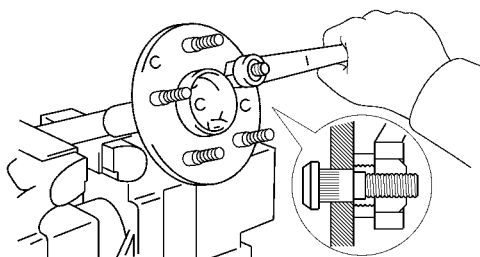

图 14-126 安装导油板
(1) 安装导油板。将新垫片和导油板装到后桥轴上，使用两个螺母安装轮毂螺栓，如图 14-126 所示。